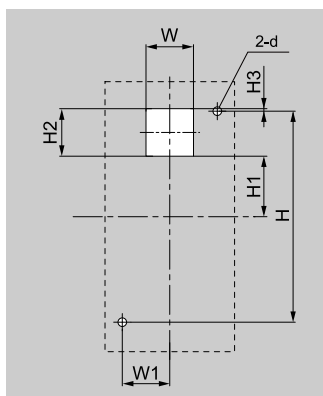

Abbildung 2.11 Ausschnittsmaße für die Anbringung außen am Schaltschrank
1. Verwenden Sie die Ausschnittsmaße von **Abbildung 2.11** und **Tabelle 2.9**, um eine Öffnung für das Bedienteil zu schneiden.